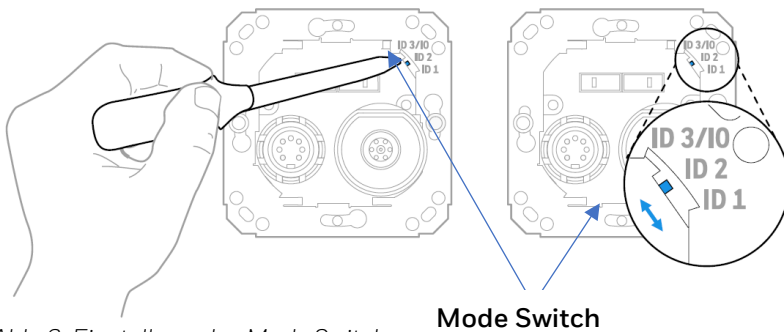

Abb. 3: Einstellung des Mode Switch
- Mode Switch einstellen (Abb. 3)
Einstellung des **Mode Switch** mit geeignetem (möglichst nicht magnetischen) Schraubendreher mit flacher Klinge durchführen: Die Schalterposition ist auf dem Metallrahmen sichtbar (siehe Abb. 3).